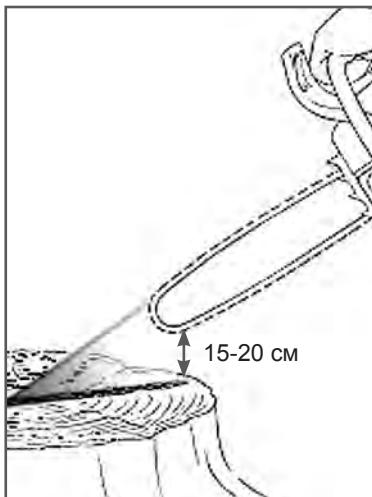

Рис. 9 Проверка подачи масла
- Нажмите на курок газа и дайте двигателю поработать примерно 10-15 секунд на средних оборотах. Под шиной должен оставаться четкий след от масла (Рис. 9).